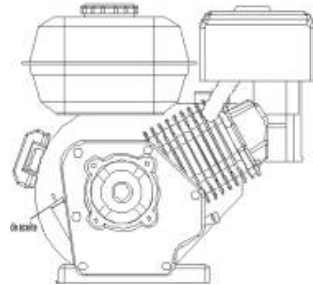

Рисунок 53
2. Открутите крышку маслозаливной горловины и вытрите масляный щуп. См. рисунок 53.